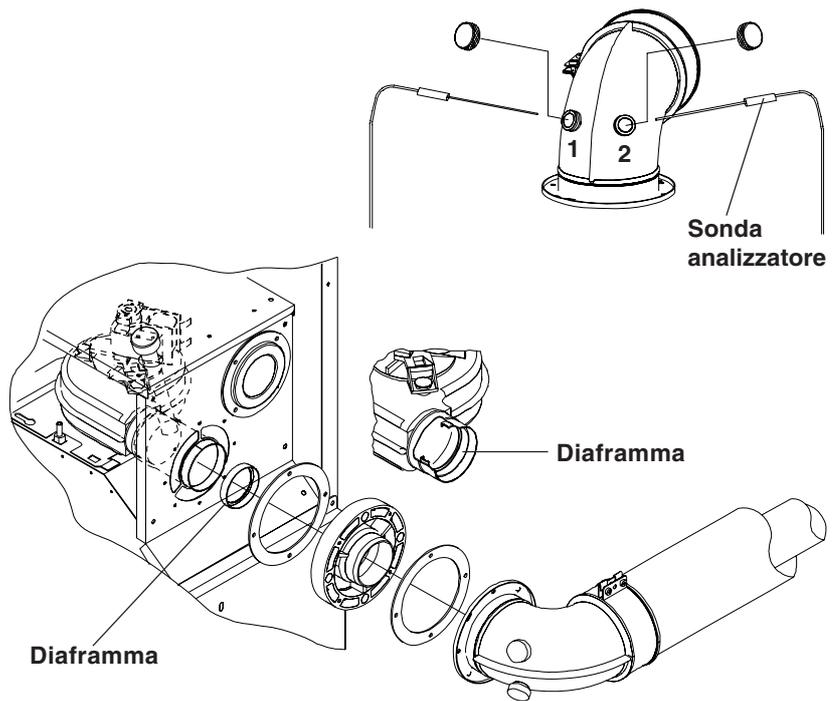

fig. 7
- misura dell'aria comburente prelevata nell'apposito foro 2 (vedi fig. 7).
- misura della temperatura fumi prelevata nell'apposito foro 1 (vedi fig. 7).